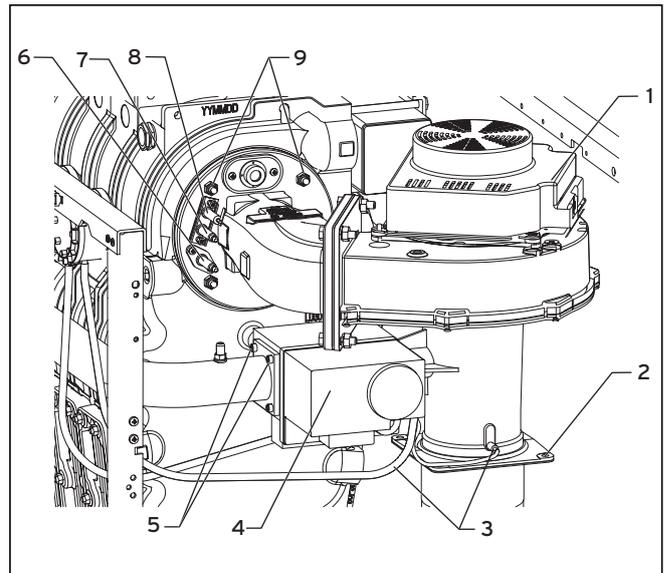

Рис. 8.6 Демонтаж горелки
- Отвинтите патрубки газовой арматуры (4, рис. 8.6) и вентилятора (1, рис. 8.6).
- Ослабьте заземляющий провод (8, рис. 8.6).
- Ослабьте штекер на электроде розжига (7, рис. 8.6) и на ионизационном/контрольном электроде (6, рис. 8.6).
- Открутите шланг управления (3, рис. 8.6) на газовом клапане и на трубе Вентури.
- Открутите четыре винта между трубой Вентури и глушителем приточного воздуха или жаропрочной трубкой (2, рис. 8.6).
- Открутите четыре винта М5 (5, рис. 8.6) на газовой трубе (газовый фильтр)/газовой арматуре.
- Отвинтите четыре гайки М8 (9, рис. 8.6) на теплообменнике.